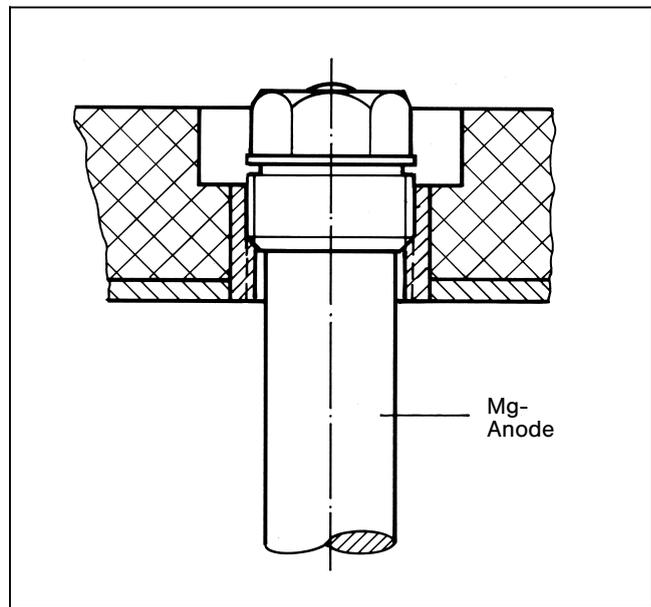

Abb. 12 – SU 160 / 200
- Magnesiumanode neu eindichten (Abb. 12 bzw. 13).